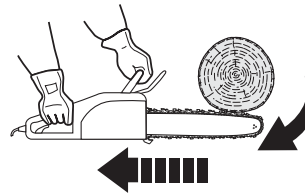

Fig. 26
- > Si la chaîne [3] est pincée au niveau du bord supérieur du guide-chaîne [4], celui-ci peut être projeté brutalement vers l'arrière (Fig. 26).